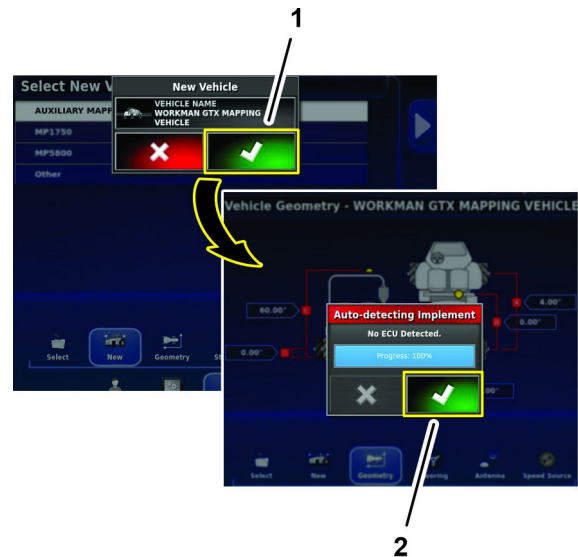

Figura 187
7. Na caixa de diálogo "novo veículo", pressione o ícone Confirmar (Figura 187).
8. Na caixa de diálogo "detectar automaticamente o acessório", pressione o ícone Confirmar (Figura 187).